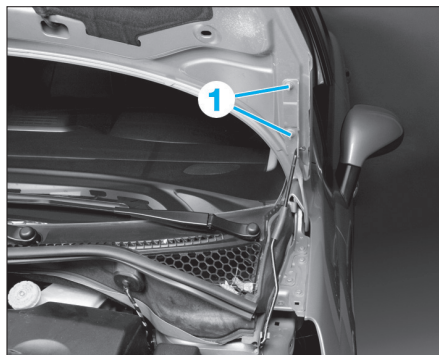

Fig. 13
- A l'aide d'une deuxième personne, déposer les écrous (1) du capot moteur (Fig.13).